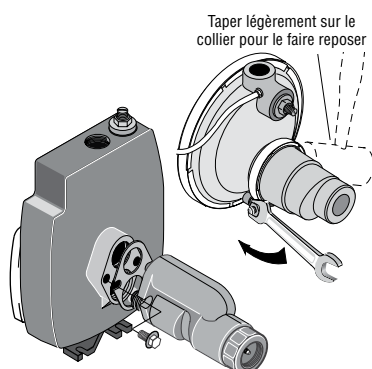

Figure 4 : Montage de l'éjecteur - puits peu profonds
3. Poser le nécessaire d'éjecteur FP4855 dans le cas d'une pompe de la série 4200, ou le nécessaire FP4875 dans le cas d'une pompe de la série 4300 (les nécessaires sont vendus séparément). Suivre les instructions fournies avec le nécessaire. S'assurer de bien aligner le venturi avec le trou supérieur qui se trouve à l'avant de la pompe (voir la Figure 4).
2. Poser le nécessaire d'éjecteur FP4855 dans le cas d'une pompe de la série 4200, ou le nécessaire FP4875 dans le cas d'une pompe de la série 4300 (les nécessaires sont vendus séparément). Suivre les instructions fournies avec le nécessaire. S'assurer de bien aligner le venturi avec le trou supérieur qui se trouve à l'avant de la pompe (voir la Figure 4).